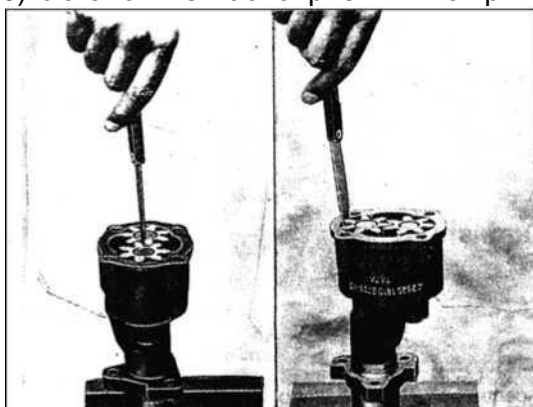

РИС. 142
- 6) Проверьте радиальный зазор между зубчатыми колесами и окружной зазор между зубьями шестерен и корпусом (рис. 142).